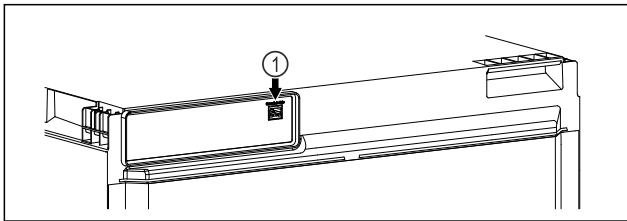

Fig. 27
- SmartModule Fig. 27 (1) установлен.